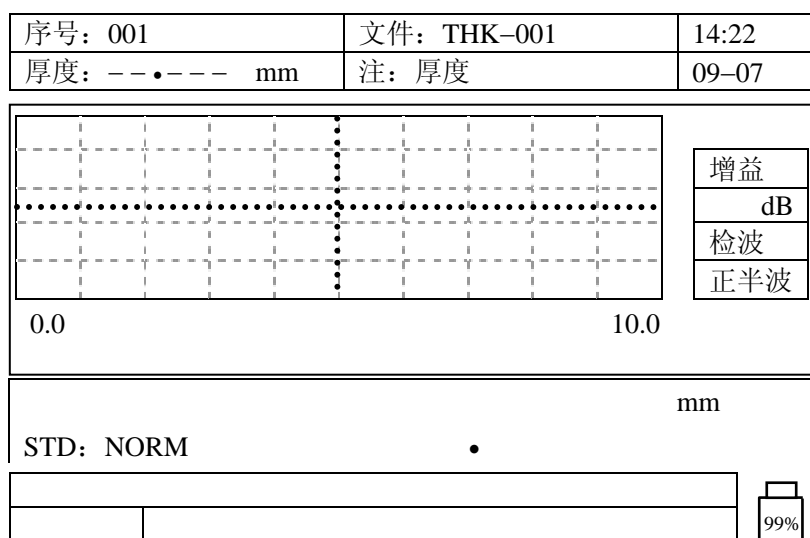

图 4.2 进入测量状态
d) 图 1 中“ZERO”短暂闪烁后,“DO”的位置显示一个数值,零位补偿完成。数值出现几秒钟后进入测量状态屏幕显示如图 4.2。